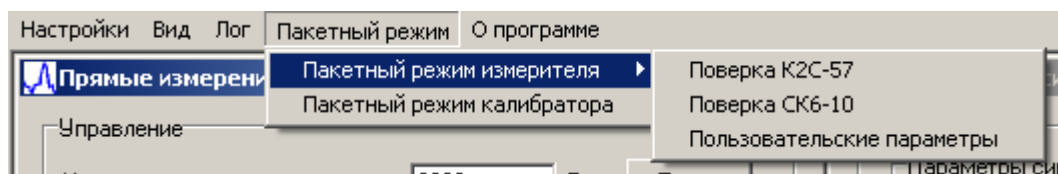

Рисунок 10. Меню «Пакетный режим»
5.2.4 Элемент меню «Пакетный режим» содержит два подменю (см. рисунок 10):